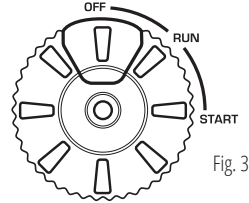

Fig. 3
- 5.2 Pour le démarrage électrique, appuyez sur le bouton rouge sur l'interrupteur multifonction du moteur (Fig. 3).
6. Après le démarrage du moteur, tournez l'interrupteur multifonction en position RUN (fig. 3).
8. Pour démarrer manuellement, tirez sur la poignée de démarrage jusqu'à ce que vous sentiez une légère résistance, puis vous devez la tirer relativement brusquement. Laissez la poignée de démarrage à la main rentrer lentement, ne la relâchez pas. Pour le démarrage électrique, appuyez sur le bouton rouge sur l'interrupteur multifonction du moteur (fig. 3).
9. Après le démarrage du moteur, tournez l'interrupteur multifonction en position RUN (fig. 3).